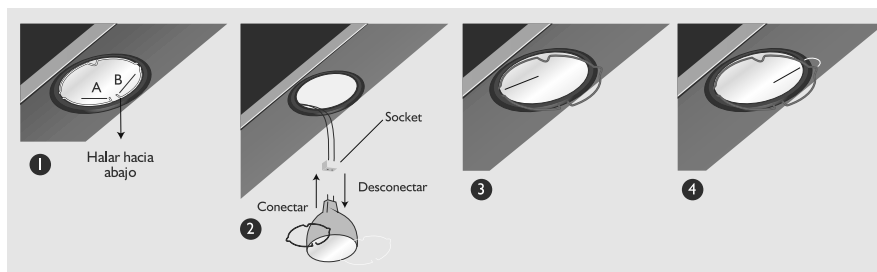

Figura 18
- Para desmontar la lámpara de la campana se deben unir las puntas A y B del alambre y luego halar hacia abajo. (Figura 18, numeral 1)
- Desconecte la lámpara del socket halándola hacia abajo y al cable en dirección opuesta, teniendo cuidado de hacerlo desde el socket. (Figura 18, numeral 2).
- Para conectar la lámpara nuevamente asegúrese de introducir los pines o terminales en los orificios del socket. (Figura 18, numeral 2).
- Después de haber instalado nuevamente la lámpara en el orificio de la campana asegúrela introduciendo una de las puntas de la sujeción del alambre en las ranuras de la campana como lo indica la flecha en este gráfico (Figura 18, numeral 3).
- Finalmente, termine de asegurar la lampara introduciendo el otro extremo de la sujeción de alambre (Figura 18, numeral 4).